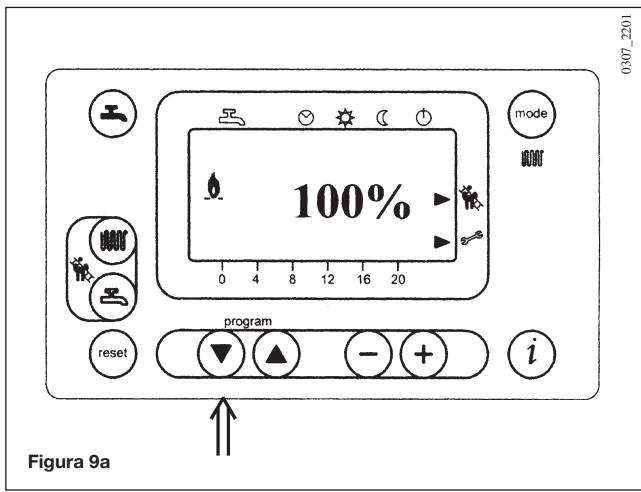
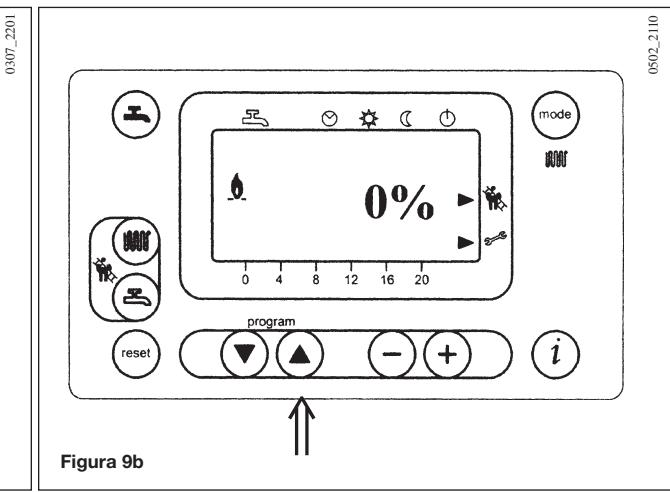

Figura 9a
Figura 9b
- Activar el funcionamiento al caudal térmico máximo pulsando la tecla  (100% en el display de la figura 9a).
**Atención: en caso de que no se encienda la caldera o se sustituya la válvula del gas, se aconseja enroscar hasta el tope el tornillo de regulación (V) y luego desenroscarlo dándole 3 vueltas, repitiendo las operaciones descritas anteriormente.**
- Activar el funcionamiento al caudal térmico mínimo pulsando la tecla  0% en el display de la Figura 9b).
- Activar el funcionamiento al caudal térmico máximo pulsando la tecla  (100 % en el display de la figura 9a).
- Activar el funcionamiento al caudal térmico mínimo pulsando la tecla  (0% en el display de la figura 9b).